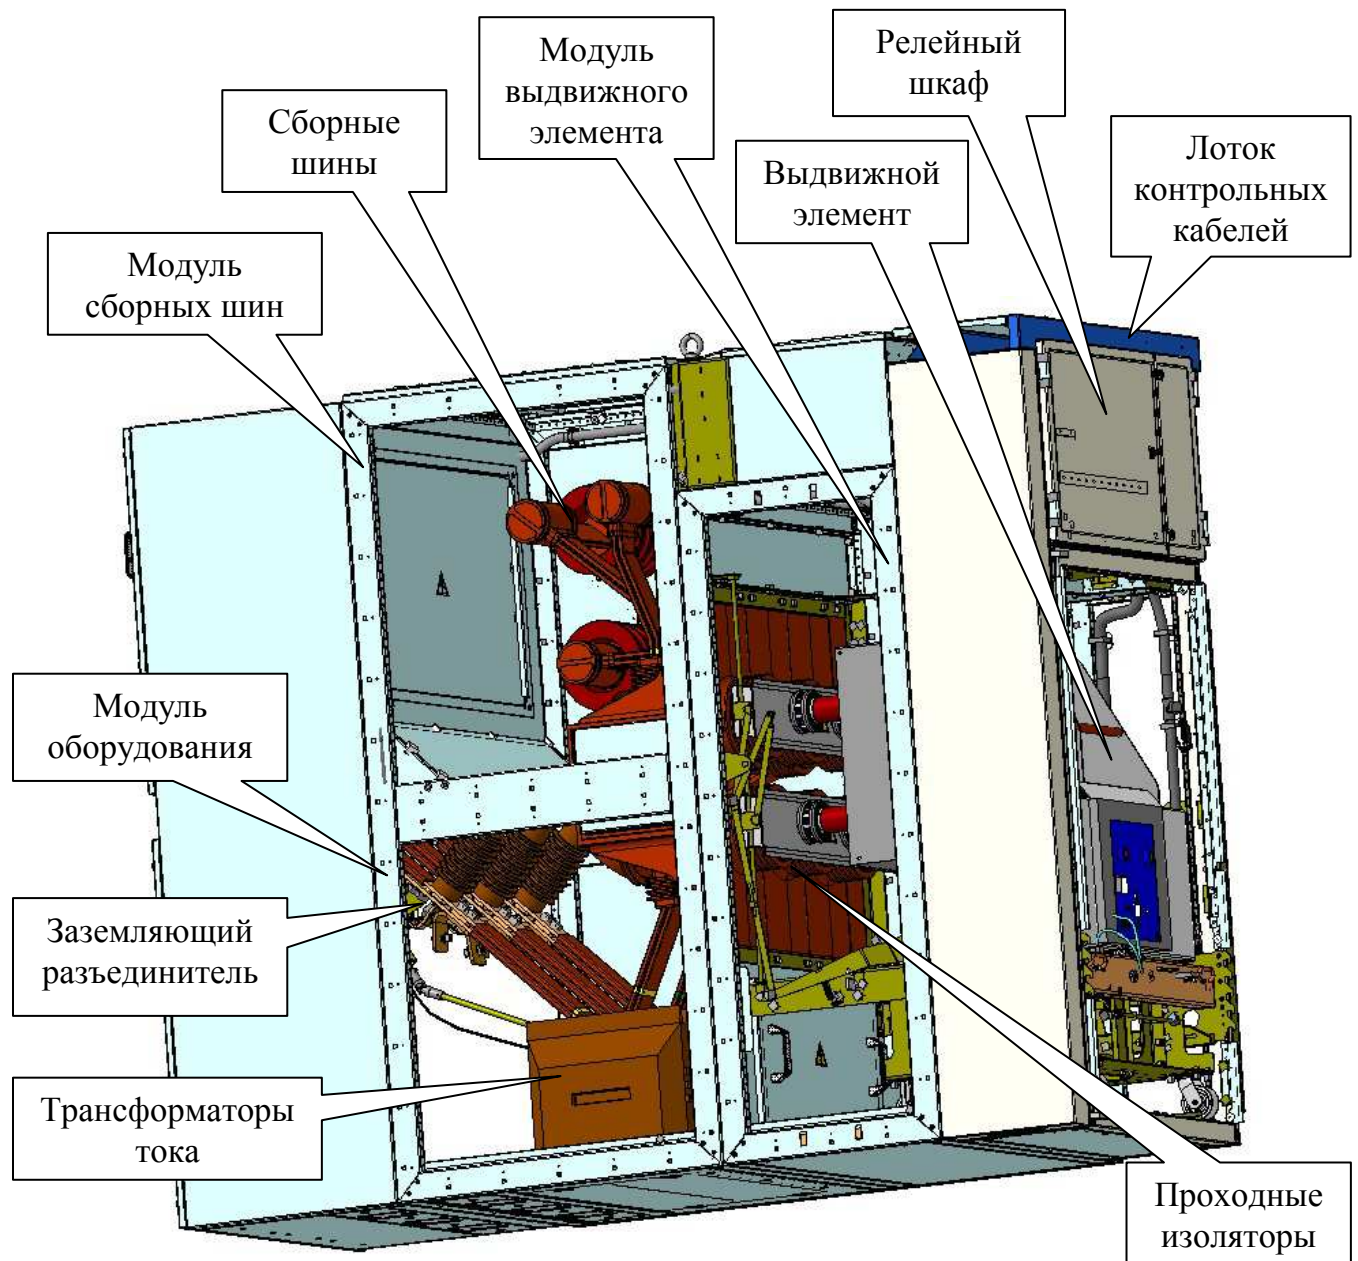
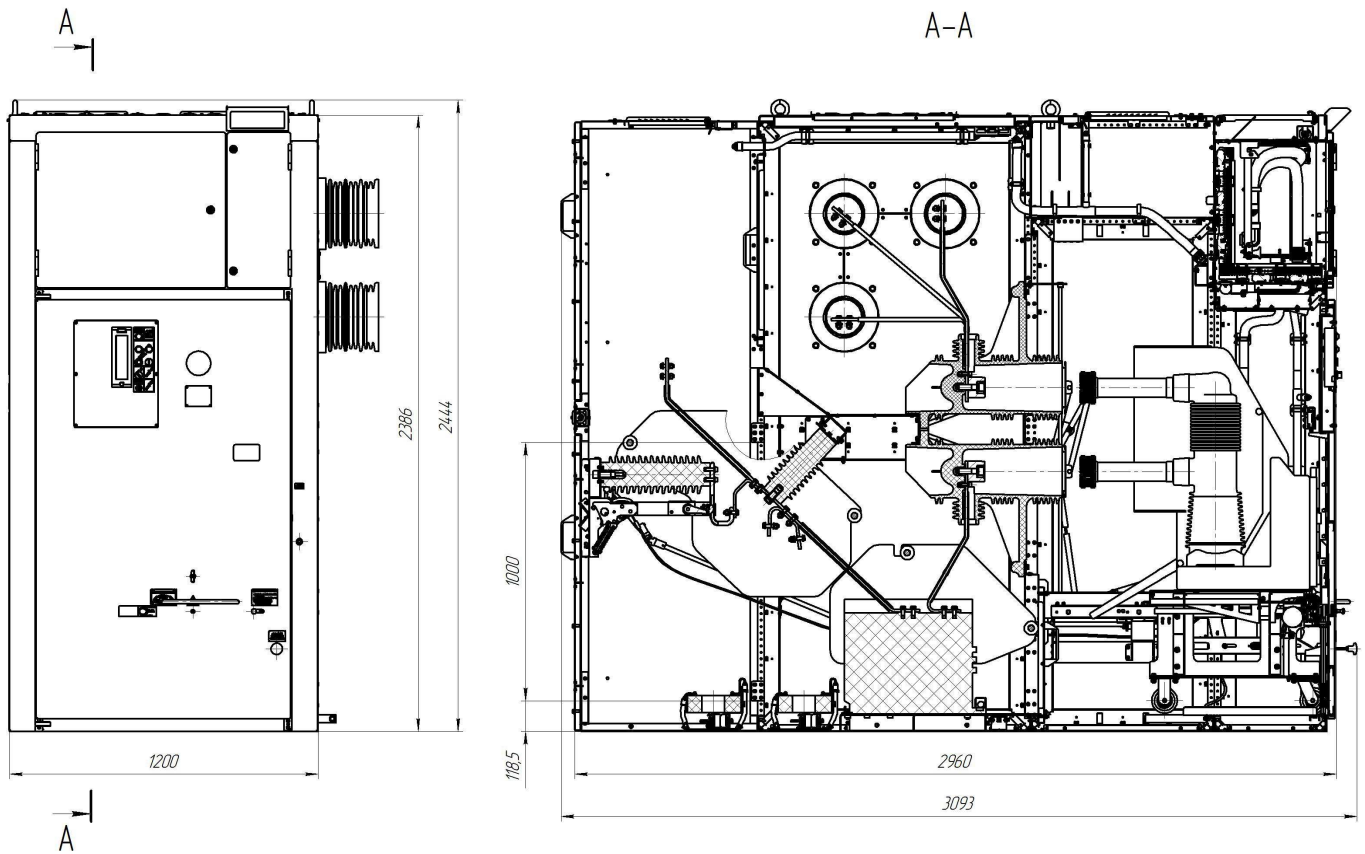

Рисунок 6 – Конструкция шкафа шинного линейного присоединения¹
Рисунок 7 – Вариант шкафа шинного линейного присоединения
- шкаф шинного линейного присоединения (Рисунок 6, Рисунок 7);